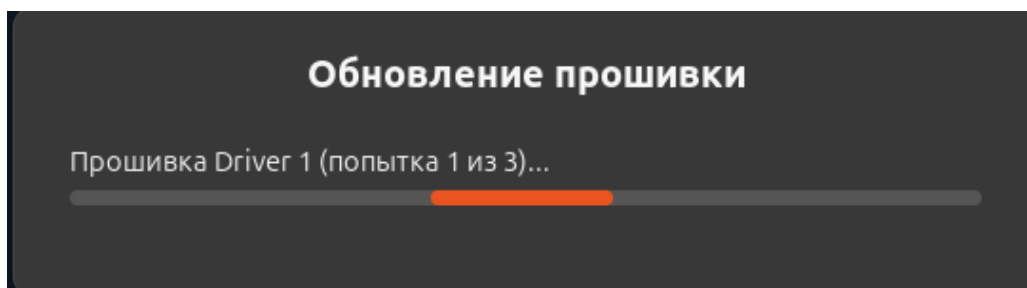

Рисунок II-67 – Уведомление об обновлении
- 4) Если все условия выполнены, то нажмите «Yes». Отобразится уведомление о начале обновления (см. Рисунок II-67).